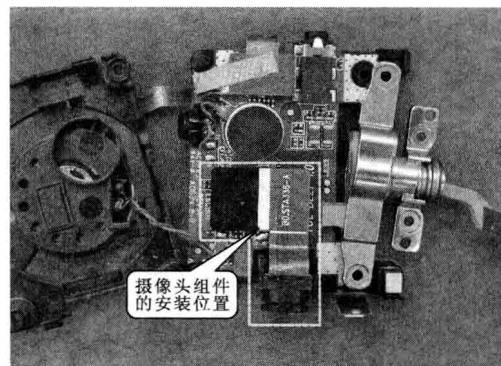

图 1-27 拆卸步骤②⑦
步骤②⑦ 摄像头组件通过接插件的形式安装在电路板上,如图1-27所示。